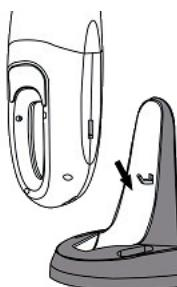

Abbildung 3
2. Schieben Sie das Gerät mit dem Griff nach unten in die Ladestation (Abb. 3).